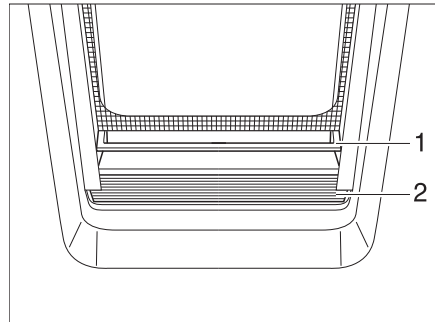

Fig. 46 Dispositif occultant plissé
- Saisir le dispositif occultant plissé (Fig. 46,2) au centre du rebord de saisie (Fig. 46,1), tirer de bas en haut et relâcher à la hauteur désirée. Le dispositif occultant plissé reste alors à cette hauteur.